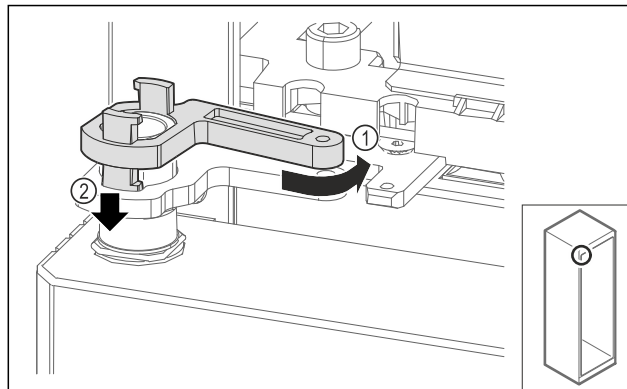

Fig. 67
- ▶ Mírně otočte zpět zajištění stojanu ložiska Fig. 67 (1), zatlačte jej dolů Fig. 67 (2) a zajistěte jej v úhelníku závěsu.